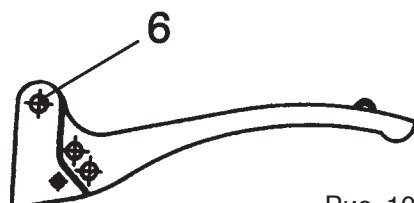

Рис. 10
- 5) Проверьте, чтобы момент кручения винта 6 не был избыточным, что избегает возврата рычага. При необходимости легко выкрутите винт (Рис. 10)